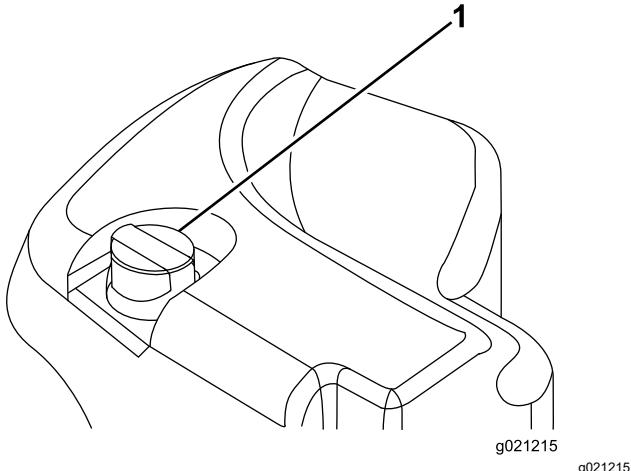

Рисунок 99
2. Очистите зону вокруг заливной горловины и крышки гидравлического бака (Рисунок 99). Снимите крышку с заливной горловины.